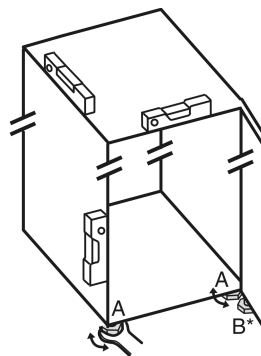

Fig. 34
- ▶ Svitare i piedini regolabili Fig. 34 (A) con la chiave a forchetta contenuta nella fornitura e con l'aiuto di una bilancia idrostatica, finché l'apparecchio non si trova in posizione stabile e piana.
- ▶ Con la chiave a forchetta in dotazione, svitare il piedino regolabile Fig. 34 (B) sul cuscinetto di supporto inferiore, fino a farlo appoggiare sul pavimento.
- ▶ Ruotare ulteriormente il piedino regolabile Fig. 34 (B) di 90°.